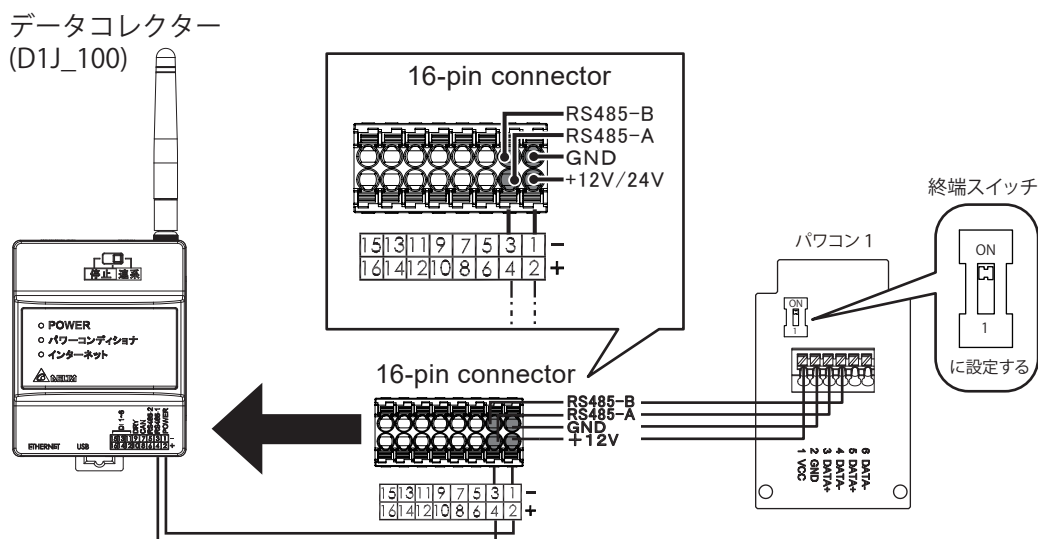

図 5-10 1 台のパワーコンディショナを接続するとき
- ・パワーコンディショナを単独で設置するときには、RS-485 の終端抵抗を ON に設定してください。（図 5-10）